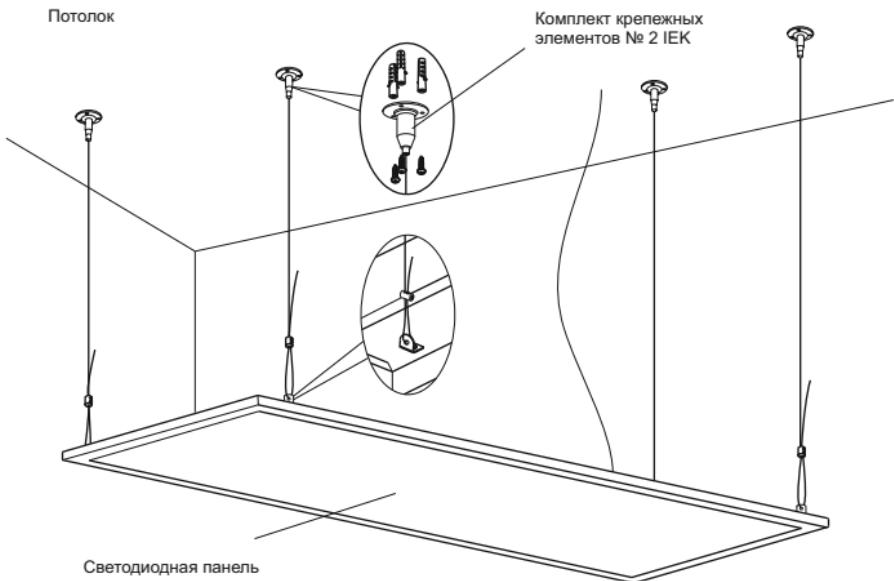

Рисунок 2
4.11 Подвесной монтаж светодиодной панели осуществляется с помощью комплекта крепёжных элементов № 2 IEK (рисунок 2). Комплект крепёжных элементов приобретается отдельно.